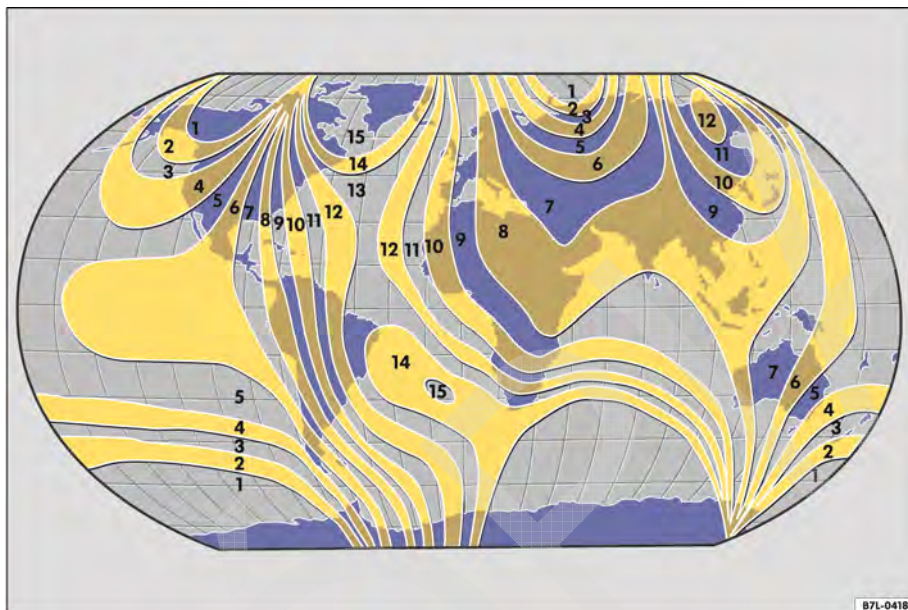

Fig. 44 Zonas da bússola.
- Selecionar a zona da bússola de acordo com o local atual → Fig. 44.